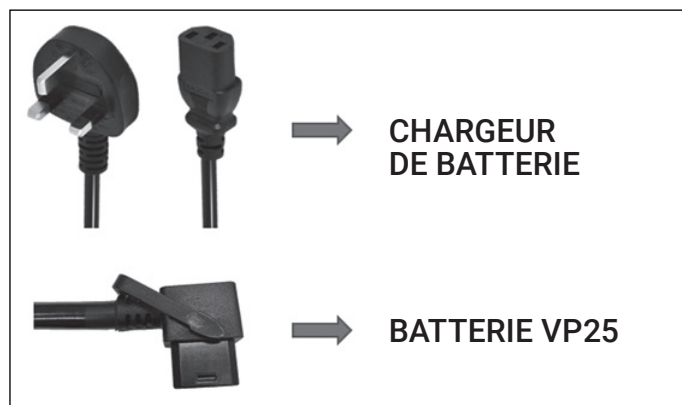

Figure 59
4. Branchez le câble du chargeur dans le port de charge (Fig. 59). Il nécessite une certaine force pour être inséré.